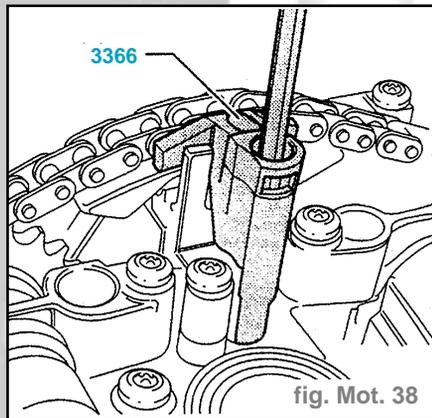

fig. Mot. 38
- Freiner le dispositif de distribution variable ou le tendeur de chaîne avec le support du tendeur de chaîne 3366 (fig. mot. 38).